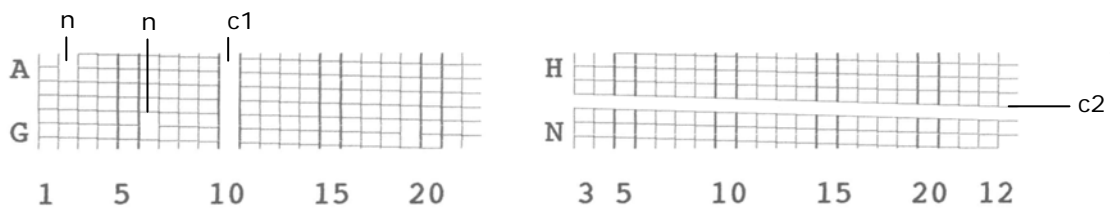
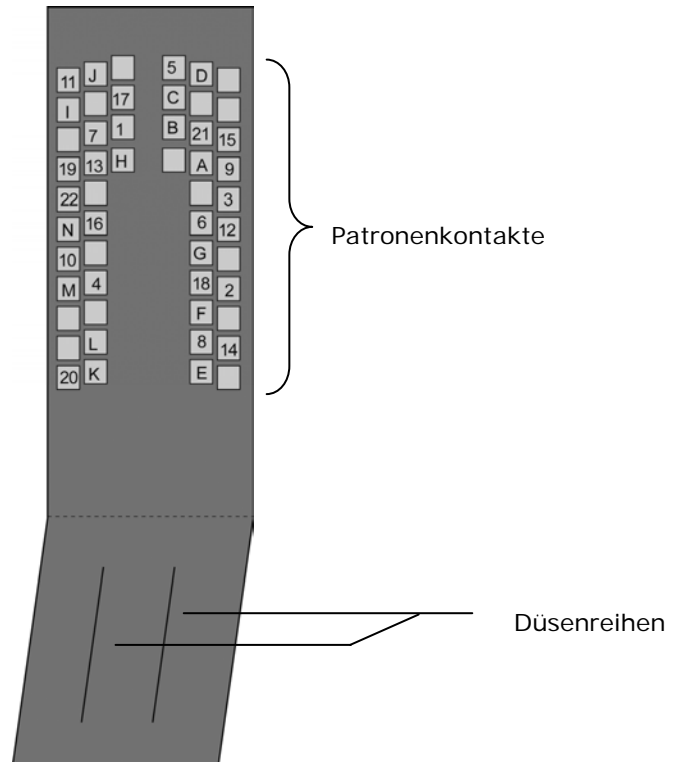

Abbildung 26: Muster A mit Defekten
Abbildung 27: Patronenkontakte
- Abbildung 26 zeigt einen Beispielsdruck mit mehreren Defekten. Bitte reinigen sie die Tintenpatrone und die Kontakte wie in diesem Handbuch beschrieben. Ist anschließend immer noch ein Defekt sichtbar, tauschen sie bitte die Patrone aus. Abbildung 27 zeigt ein Referenzdiagramm mit den Patronenkontakten und deren Bezeichnung.